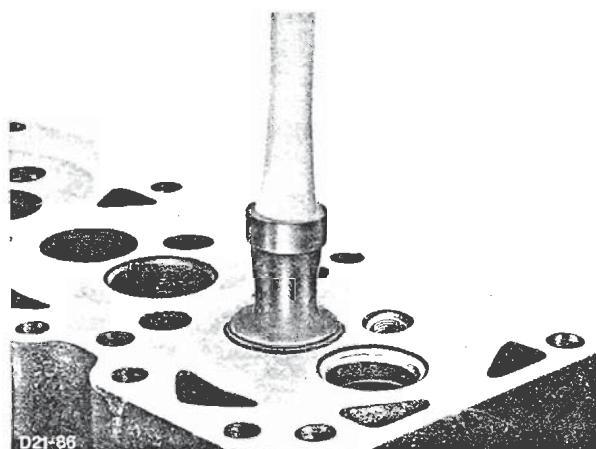

Fig. 81 - Tilslibning af ventiler.
9. Slib ventilerne til i topstykket, Fig. 81. Fjern alle spor af slibepasta fra ventiler og ventilsæder, smør ventilerne, ventilsæderne og indsatsene med olie. Fortsæt som beskrevet ovenfor, idet der begyndes med pkt. 5 (ventilstamnepakdåser).